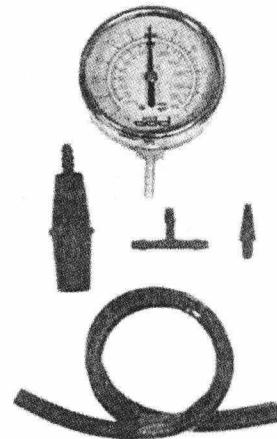
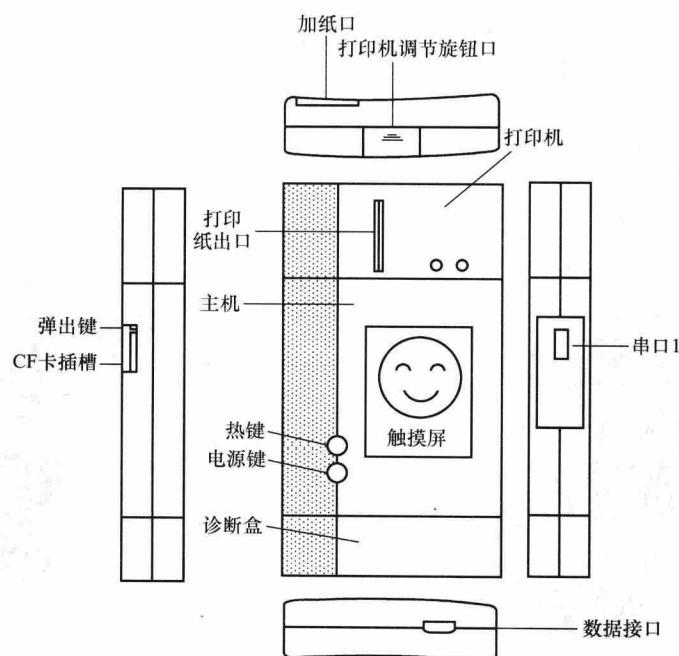

图 1-5 真空压力表实物
图 1-6 X431 触屏式电眼睛微机检测设备
(1) 普通诊断仪器诊断 采用专用测量仪器对汽车某一部位进行检测。将检测的结果与技术参数比较，确认故障点。如：气缸压力表、真空表、气压表等。如图 1-5 所示。
(2) 汽车自诊断 是在诊断插口处，按诊断部位的不同，用跨接线的方法连接端子，通过仪表指示灯的闪烁，读出故障码，并将该故障码与维修手册内的故障码比较，确认故障点。(此方法现在较少使用)
(3) 微机检测设备诊断 先进电子控制诊断技术在现代汽车大量应用。常见微机检测设备有示波仪、解码器、电子眼等。此方法简便，快速有效，应用广泛。方法是：将连接线插入汽车诊断插口，用菜单方式调出故障码。并将该故障码与维修手册内的故障码比较，确认故障点。如图 1-6 所示。